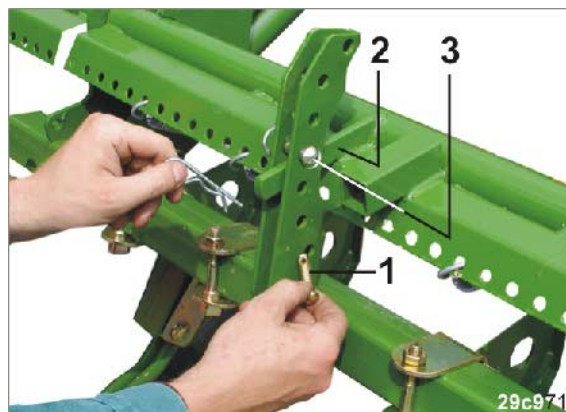

図 174
3. ピン (図 174/1) をレバー下側 (図 174/2) のボアに差し込み、R ピンで固定します。
3. 2本目のピン (図 174/3) をレバー (図 174/2) 上側のボアに差し込み、R ピンで固定します。